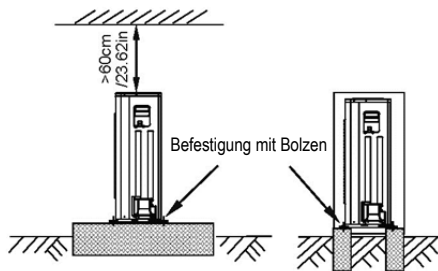

Abb. 6-15
- Erstellen Sie ein Betonfundament entsprechend der technischen Vorgaben für Außengeräte. (Siehe Abb. 6-15)
- Befestigen Sie die Unterseite dieses Geräts mit Bolzen fest im Betonfundament, um auch bei Erdbeben oder starkem Wind seine Stabilität zu gewährleisten. (Siehe Abb. 6-15)